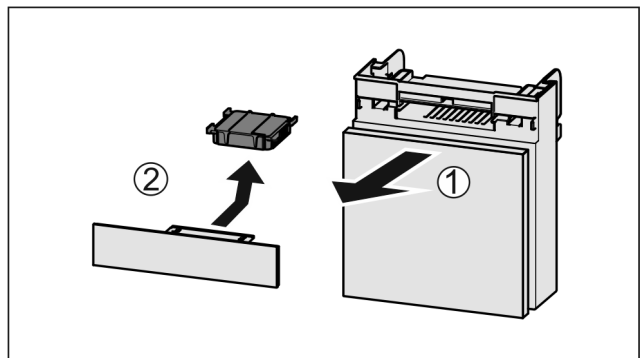

Fig. 146
- ▶ Fach nach vorne herausziehen Fig. 146 (1).
- ▶ Aktivkohlefilter entnehmen Fig. 146 (2).